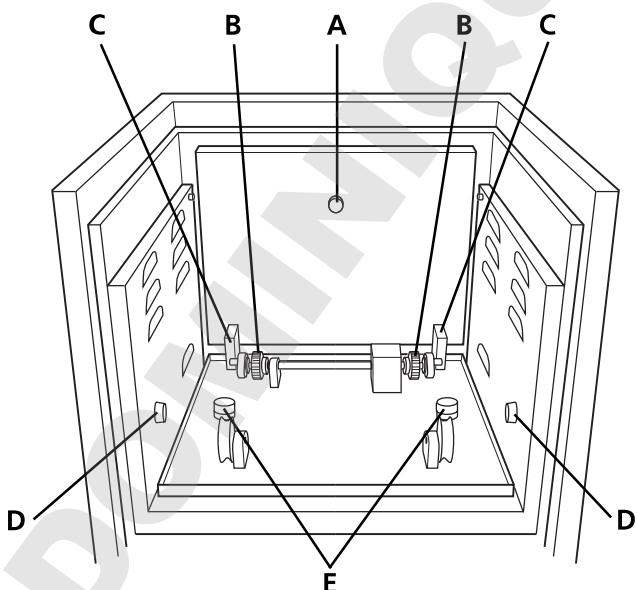

Fig 4: Componenti azionamento incubatore SI30H
- 5.4 Collocare la rotisserie nell'incubatore, appoggiandola sul meccanismo di rotazione, assicurandosi che le bande seghettate alle due estremità della rotisserie si innestino nei denti in acciaio del meccanismo di rotazione sul retro dell'incubatore (punto B Fig. 4) Le flangie in plastica della rotisserie devono collocarsi sui corrispondenti rullini sul lato inferiore dell'incubatore. Chiudere lo sportello dell'incubatore.
- 6.2 Afferrandola per l'apposita maniglia (A in Fig. 4), sollevare la piattaforma dalla sua posizione di riposo, farla scorrere in avanti e appoggiarla sul meccanismo di oscillazione, inserendo gli spinotti laterali della piattaforma nei corrispondenti supporti (D) delle pareti laterali della camera dell'incubatore. Questa azione colloca i blocchi in nylon (c) sulla parte inferiore della piattaforma sui rullini eccentrici (E) del meccanismo di oscillazione sul retro dell'incubatore.